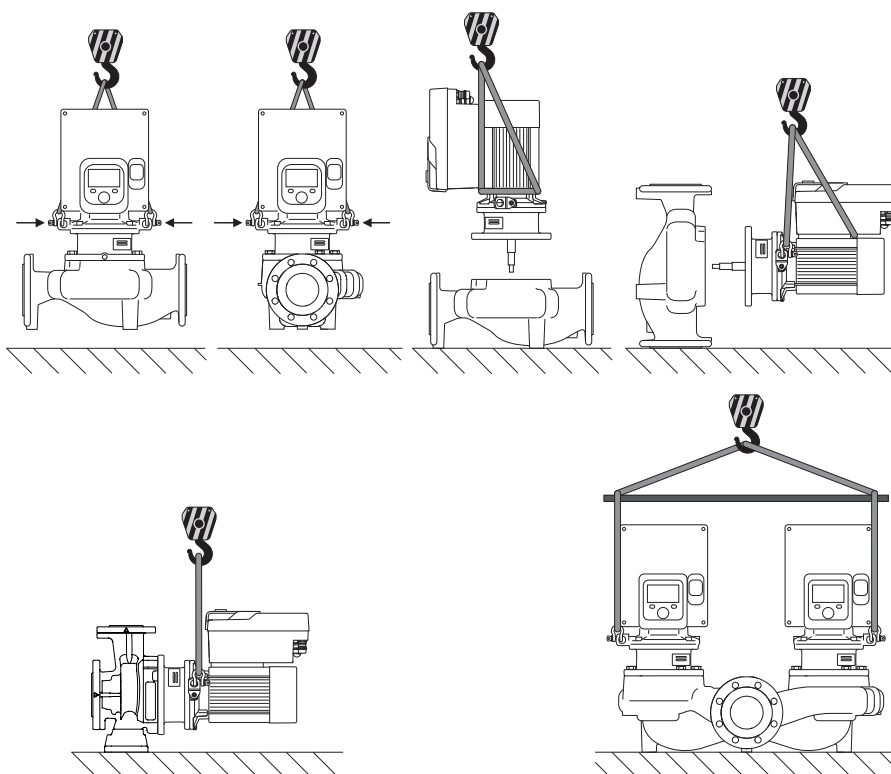

Fig. 6: Směr zdvihnutí
Čerpadlo se smí přepravovat jen pomocí schválených manipulačních prostředků (např. kladkostrojem, jeřábem apod.). Manipulační prostředky musí být připevněny k přepravním okům, která jsou k dispozici na přírubě motoru. V případě potřeby zasuňte zvedací smyčky pod desku adaptéru (Fig. 6).
2. Smontovanou jednotku (Fig. 4) upevněte za účelem zajištění na přepravní oka pomocí vhodných zvedacích prostředků. Aby se jednotka nepřevrátila, upevněte kolem motoru a adaptéru elektronického modulu smyčku pásu dle Fig. 6. Při připevňování se vyhněte poškození elektronického modulu.